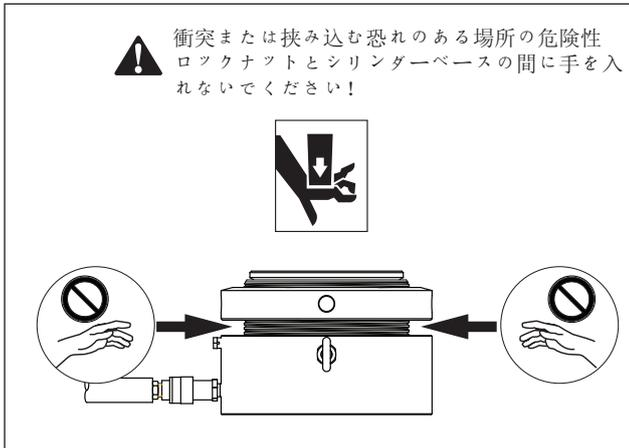

図1：衝突または挟み込む恐れのある場所の危険性
**警告** シリンダーロックナットとシリンダーベースの上部の間に手を入れないでください。シリンダーの格納時にこの場所に手や指、あるいは身体のおの他の部分があると重大な人身傷害が発生する恐れがあります。図1を参照してください。